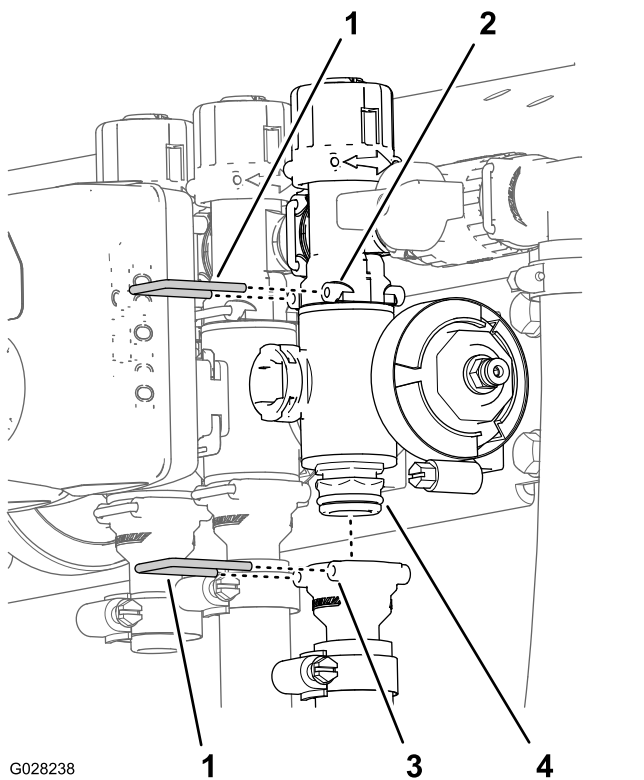

Figure 117
- Retirez les étriers qui fixent le raccord de sortie au collecteur de vanne de section et le collecteur de vanne au raccord de dérivation (Figure 117).